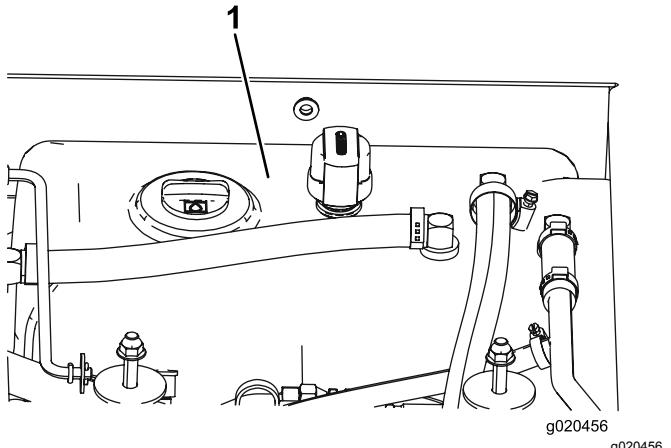

Bild 116
- Füllen Sie den Hydraulikbehälter (Bild 116) mit Hydrauliköl, siehe Wechseln des Hydrauliköls \(Seite 79\).